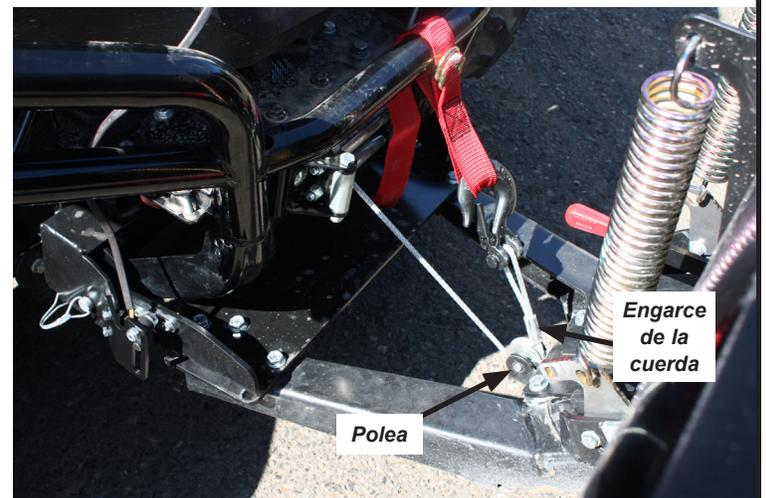

Figura 9
11. Con el ensamblaje de arado montado en el vehículo, enrute la cuerda del cabrestante desde la guía del remolque, alrededor de la polea y luego de regreso al vehículo, consulte la Figura 9.